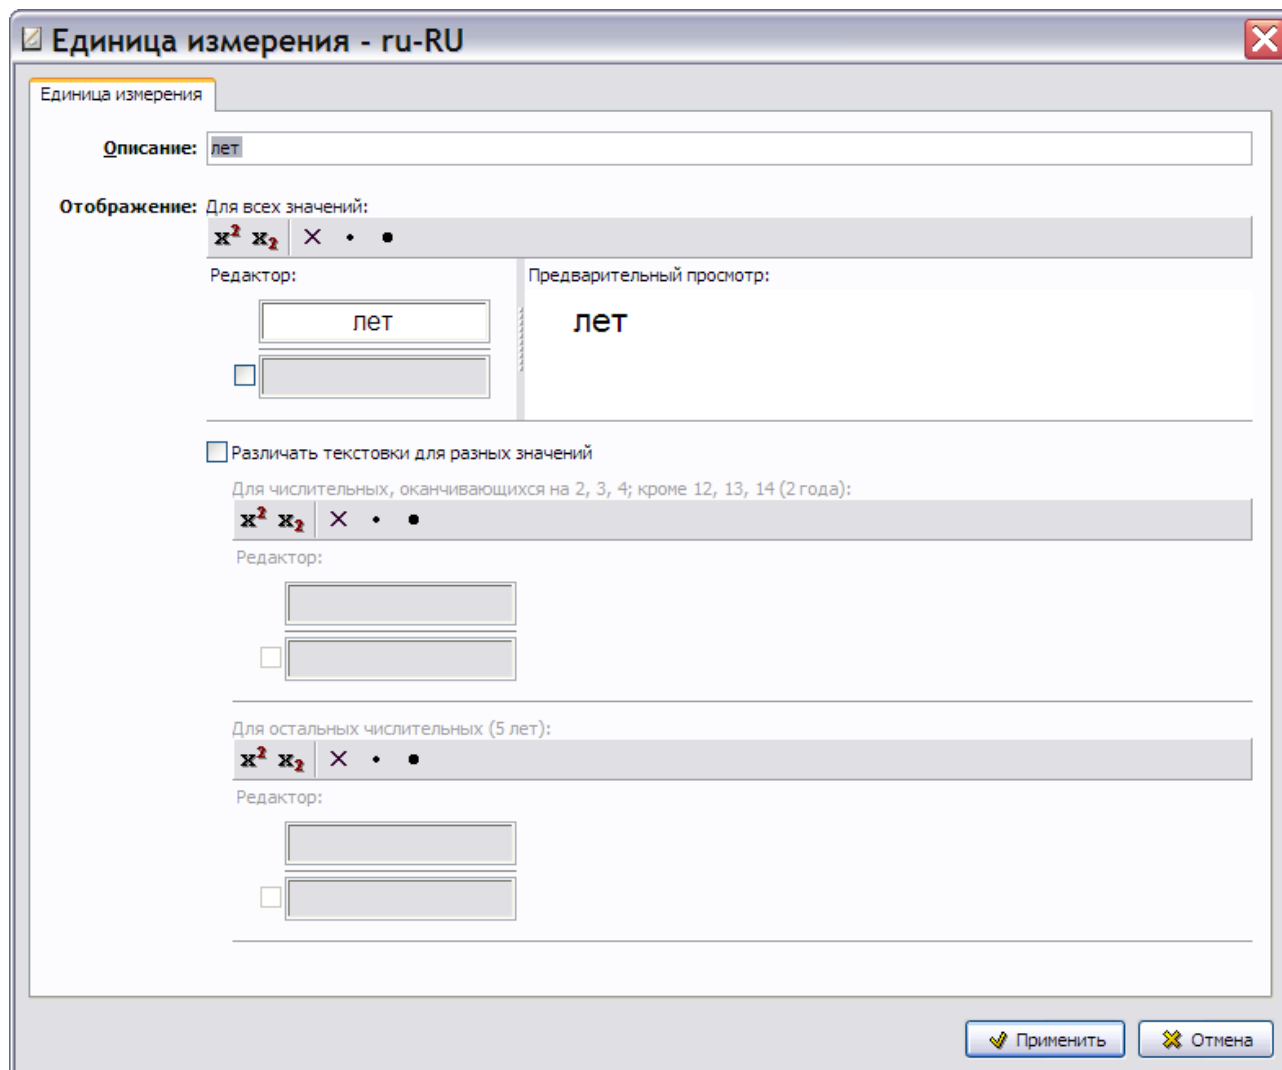

Рис. 3.113
2. Щелкните по выделенной строке два раза левой кнопкой мыши. После этого появится окно **Единица измерения – ru-RU** (Рис. 3.113).